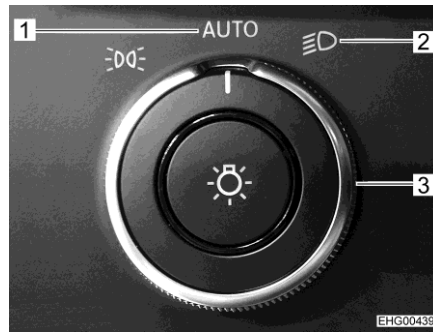

Bild 14 Roterande ljusbrytare
- Vrid Mercedes-ljusbrytaren (Bild 14,3) till läget "AUTO" (Bild 14,1) eller till läget för halvljus (Bild 14,2).